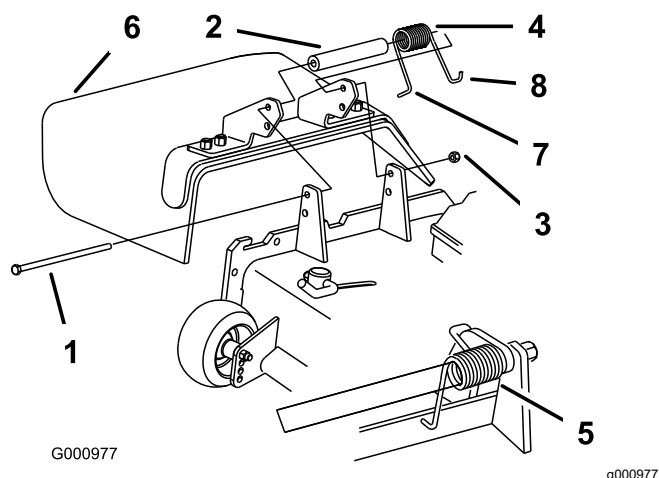

Figura 28
2. Retire la contratuerca, el perno, el muelle y el espaciador que sujetan el deflector a los soportes de pivote (Figura 28). Retire el deflector de hierba dañado o desgastado.
- Nota:** Asegúrese de colocar el extremo en L del muelle detrás del reborde de la unidad de corte antes de instalar el perno, según se muestra en la Figura 28.
4. Instale el perno y la tuerca. Coloque el gancho en J del muelle alrededor del deflector de hierba (Figura 28).